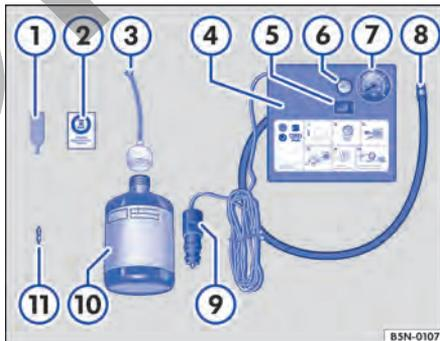

Fig. 203 Representación esquemática: componentes del kit reparapinchazos.
Leyenda de la → Fig. 203:
12. Pegue el adhesivo → Fig. 203 ② del kit reparapinchazos en el tablero de instrumentos dentro del campo de visión del conductor.
- Desenrosque el obús de la válvula con el desmontaobuses → Fig. 203 ① y deposítelo sobre una superficie limpia.
- Agite enérgicamente la botella de sellante → Fig. 203 ⑩ varias veces.
- Enrosque fijamente el tubo de llenado → Fig. 203 ③ en la botella de sellante en el sentido de las agujas del reloj. El precinto de la boca de la botella se perfora automáticamente.
- Retire el tapón del tubo de llenado → Fig. 203 ③ e introduzca el extremo abierto en la válvula del neumático por completo.
- Enrosque nuevamente el obús en la válvula del neumático con el desmontaobuses → Fig. 203 ①.
- Enrosque fijamente el tubo de inflado → Fig. 203 ⑤ del compresor de aire en la válvula del neumático.
- Compruebe que el tornillo de descarga de aire → Fig. 203 ⑦ esté cerrado.
- Acople el conector → Fig. 203 ⑨ a la toma de corriente de 12 voltios del vehículo → Página 142.
- Encienda el compresor de aire con el conmutador de encendido y apagado → Fig. 203 ⑧.
Vuelva a enroscar el tubo de inflado → Fig. 203 **⑧** y compruebe la presión del neumático en el indicador de la presión de los neumáticos **⑦**.